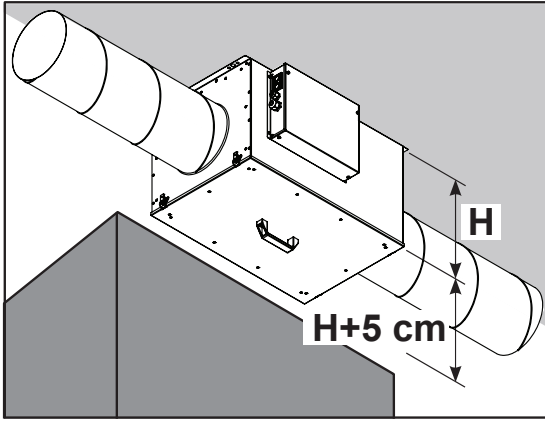

Abb. 10-5
- Der Einbau ist zur Wartung und Reinigung gut zugänglich und mit geringem Aufwand ausbaubar auszuführen. Einen Freiraum von min. der Höhe des Gerätes + 5 cm ist zur Erleichterung von Wartungsarbeiten, wie z.B. Filterwechsel, zu anderen Geräten, Regale oder Schränke einzuhalten (s. Abb. 10-5).